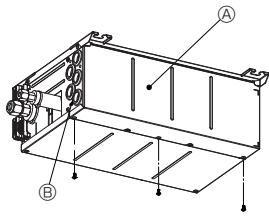
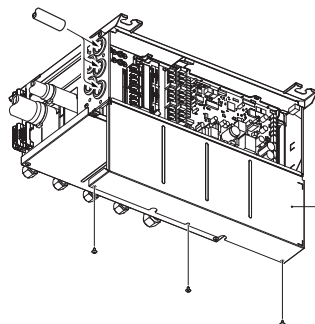
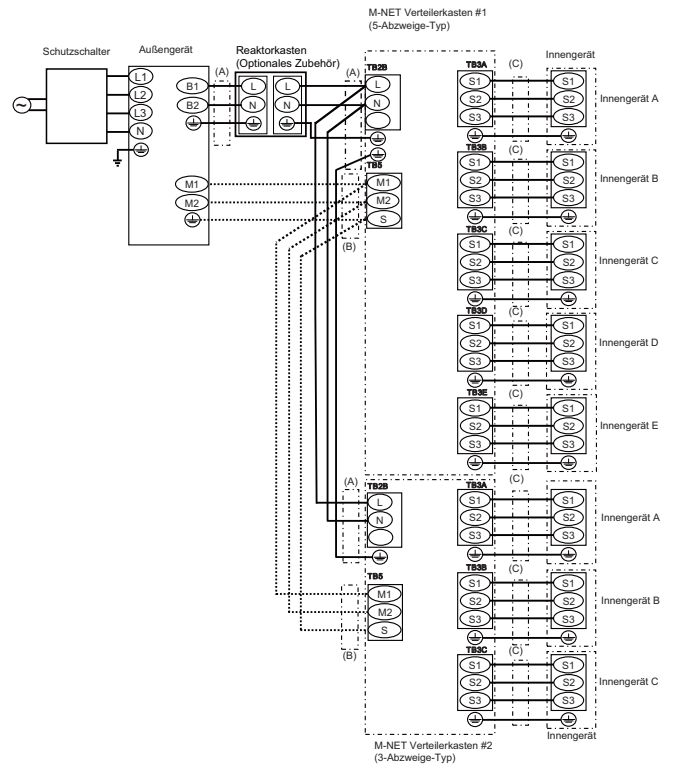

Fig. 8-1
Fig. 8-5
Fig. 8-8
- (1) Nehmen Sie die Elektroabdeckung ab. (Fig. 8-1)
- (2) Führen Sie die Kabel in den Verteilerkasten ein und sichern Sie jedes Kabel mit einer Kabelklemme.
- (3) Schließen Sie jedes Kabel fest an der zugehörigen Klemmleiste an. (Fig. 8-8)
- (4) Stellen Sie die Dip-Schalter ein. (Siehe 8.3)
- (5) Bringen Sie die Elektroabdeckung wieder an.
8.1. Bei Verwendung von Kabelkanälen (Fig. 8-5, 8-6, 8-7)
8.2. Externe Verkabelung (Fig. 8-8)